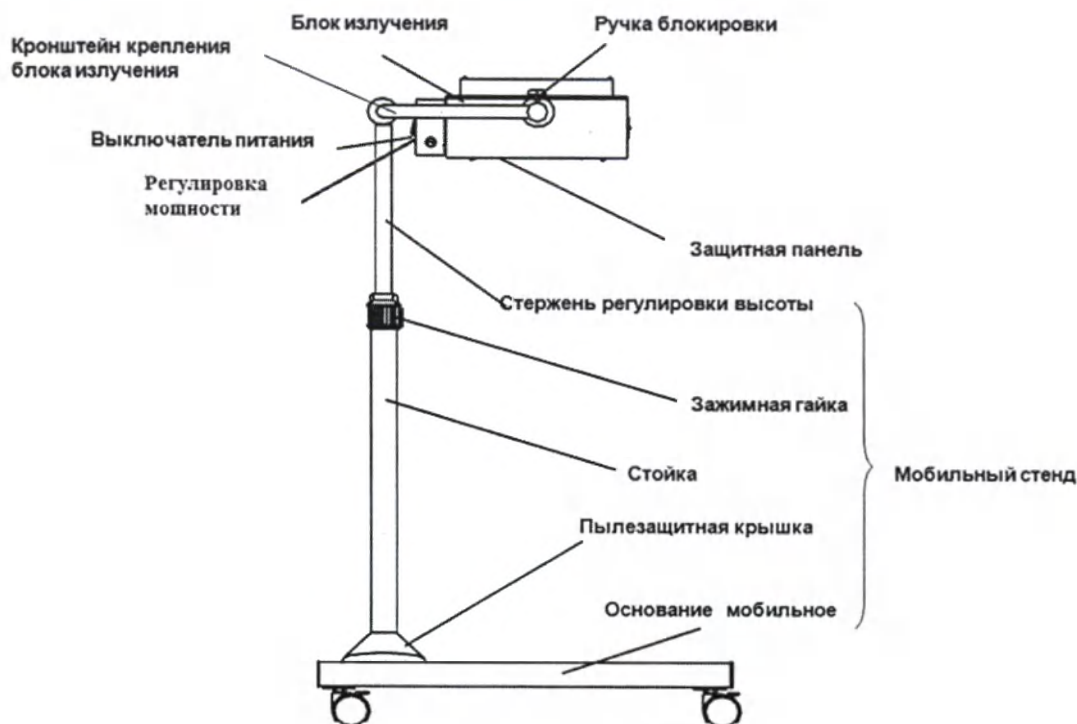

Рисунок 1
**Пожалуйста, не ослабляйте руку во время вращения зажимной гайки, чтобы избежать выскакивания блока излучения и стержня регулировки высоты из стойки. (Смотрите рисунок 1)**